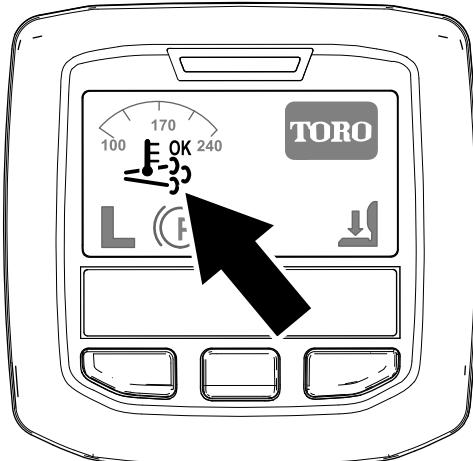

Bild 28
- Das Symbol für die unterstützte bzw. Rücksetzen-Regenerierung im InfoCenter angezeigt (Bild 28).